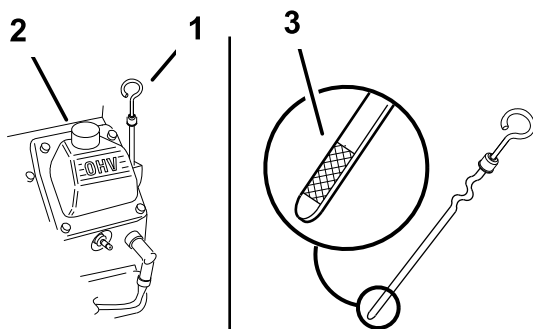

図 163
1. オイルキャップとディップスティック周辺をきれいに拭く 図 163。